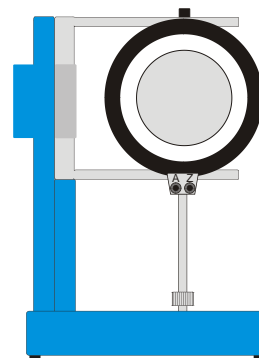

Fig. 2 Montaje para la bobina
- El tubo se coloca en el soporte en un ángulo de 90° con respecto a su posición normal (ver Fig. 2).